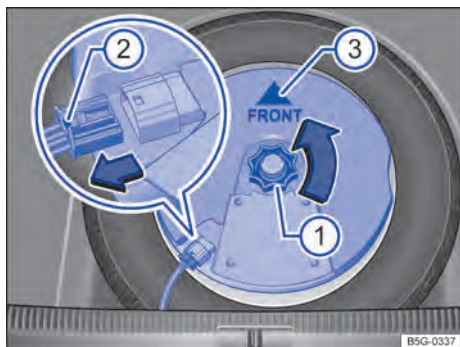

Fig. 298 No compartimento de bagagem: remover o subwoofer (variante 2).
- Desrosquear o manipulador → Fig. 298 (1) no sentido anti-horário (seta).
- Para destravar o conector, pressionar o travamento a extremidade do conector (2).
- Colocar o subwoofer cuidadosamente no caixa do aro. A ponta do símbolo da seta "FRONT" → Fig. 298 (3) deve indicar para frente no subwoofer.
- Inserir o conector até que o travamento (2) se trave de maneira audível. ▶
- Girar o manípulo ① no pino rosqueável no sentido anti-horário até que o subwoofer fique preso com segurança.
- Colocar o subwoofer cuidadosamente no caixa do aro. A ponta do símbolo da seta “FRONT” → Fig. 298 ③ deve indicar para frente no subwoofer.
- Inserir o conector até que o travamento ② se trave de maneira audível.